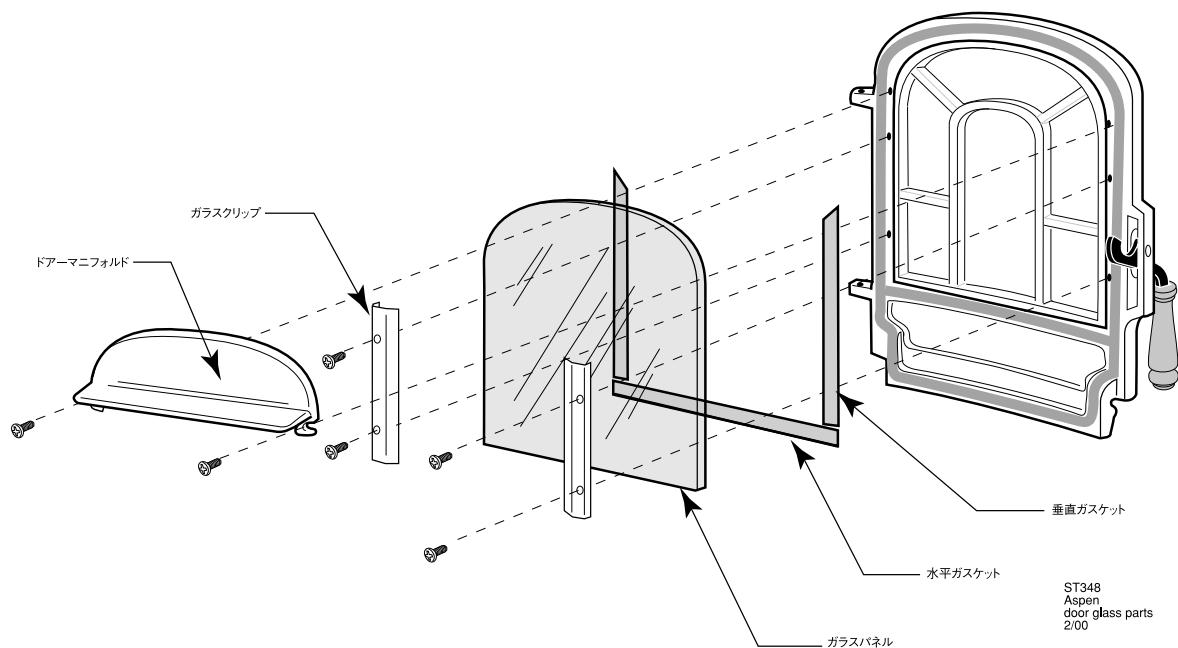

図32 ドアガラスの取り付け
入れ替えるガラスは、マジスティックのパーツナンバー3000-0606以外は使わないでください。ガラスは三本のガスケットでできたクッションの上に乗せ、二つのクリップで固定させます(図32)。ガラスは片面が軽くカラーコートされています。ストーブからドアを取り外し、頑丈で水平な作業台に乗せてください。ホーロー仕上げの場合は、表面を保護するために、タオルを敷くとよいでしょう。
3. ガスケットを点検します。とくに何も問題がないときは、そのままにしておきます。交換しなければならないときは、必ずマジスティックのガスケット(二本の垂直PN3000-0872と一本の水平-PN3000-0382)以外は使わないでください。ウインドー開口部の周囲の溝にゴミやほこりが詰まっていないことを確認してください。三本のガスケットを図32に従って、パネルのめ込み部に入れてください。